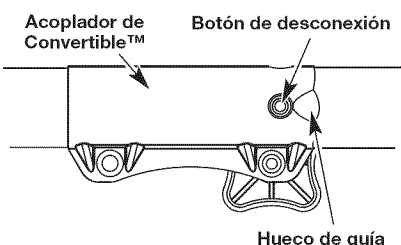

Fig. 5
NOTA: La alineación del botón de desconexión con el hueco de guía facilitará la instalación (Fig. 5).
- Opima y sostenga el botón de desconexión (Fig. 5).